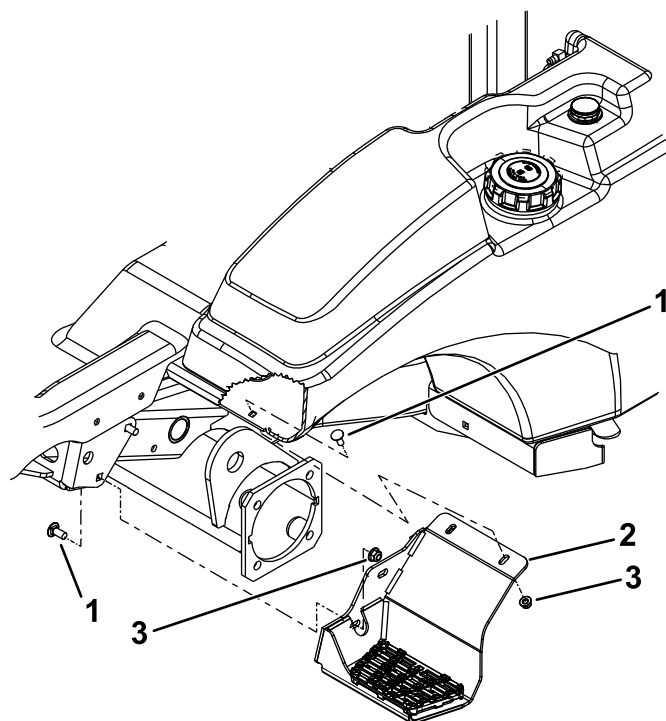

Figura 17
1. Retire el peldaño existente en el lateral de la máquina (Figura 17).